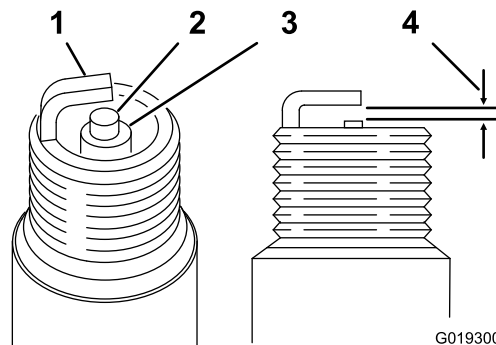

Figura 56
3. Verifique o estado dos eléctros lateral e central, bem como do isolante do eléctrodo central, certificando-se de que não se encontram danificados (Figura 56).
4. Ajuste a folga (Figura 56) existente entre os eléctros para 0,81 mm.